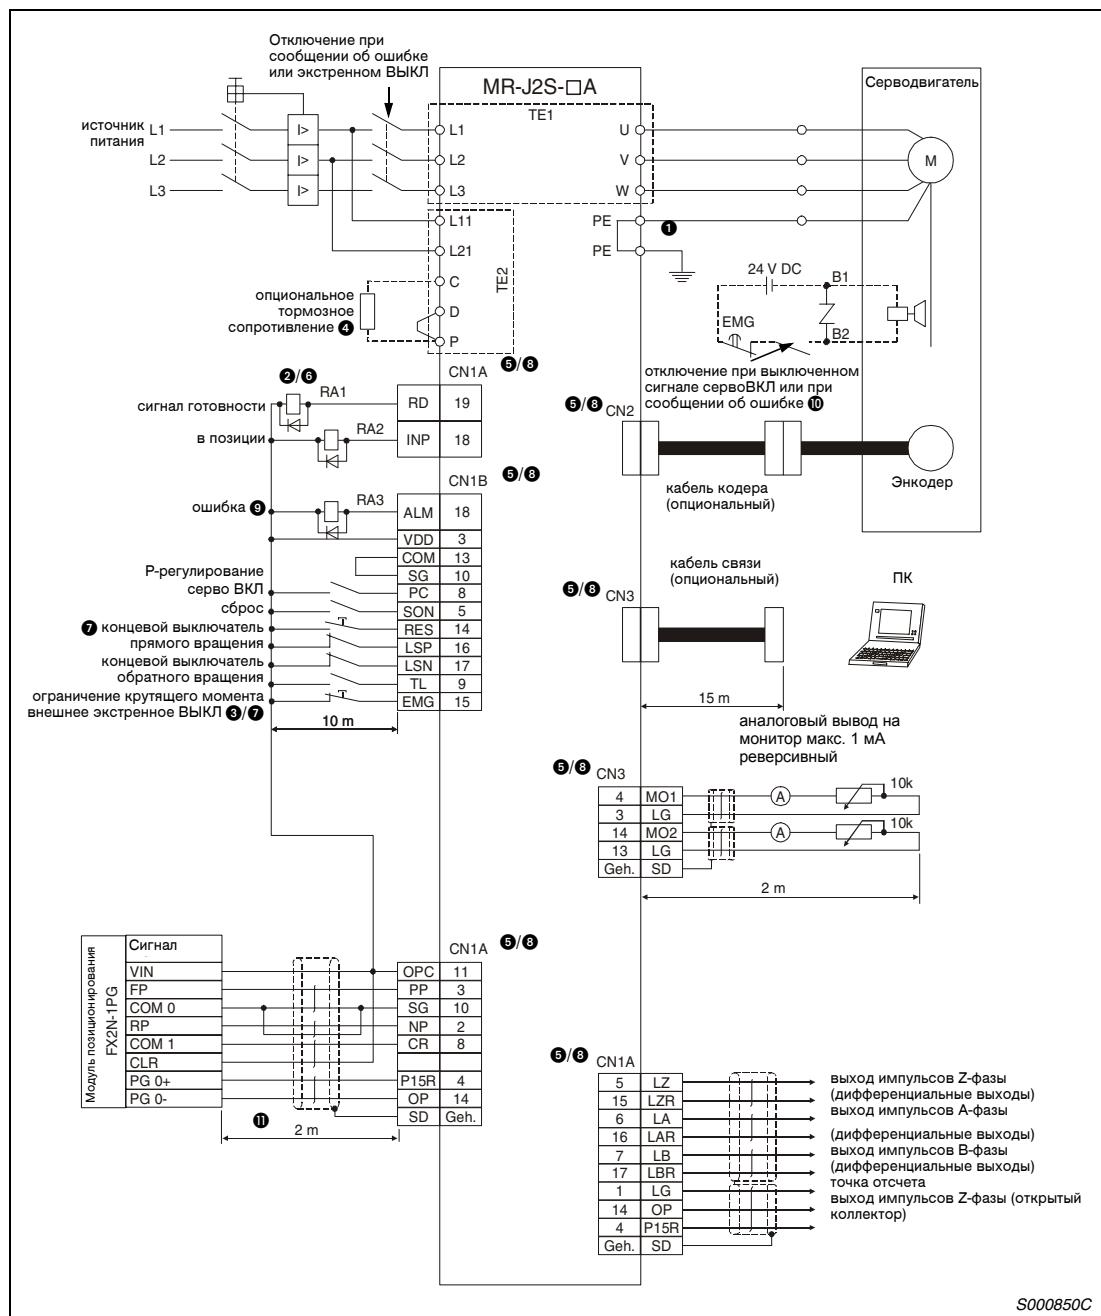
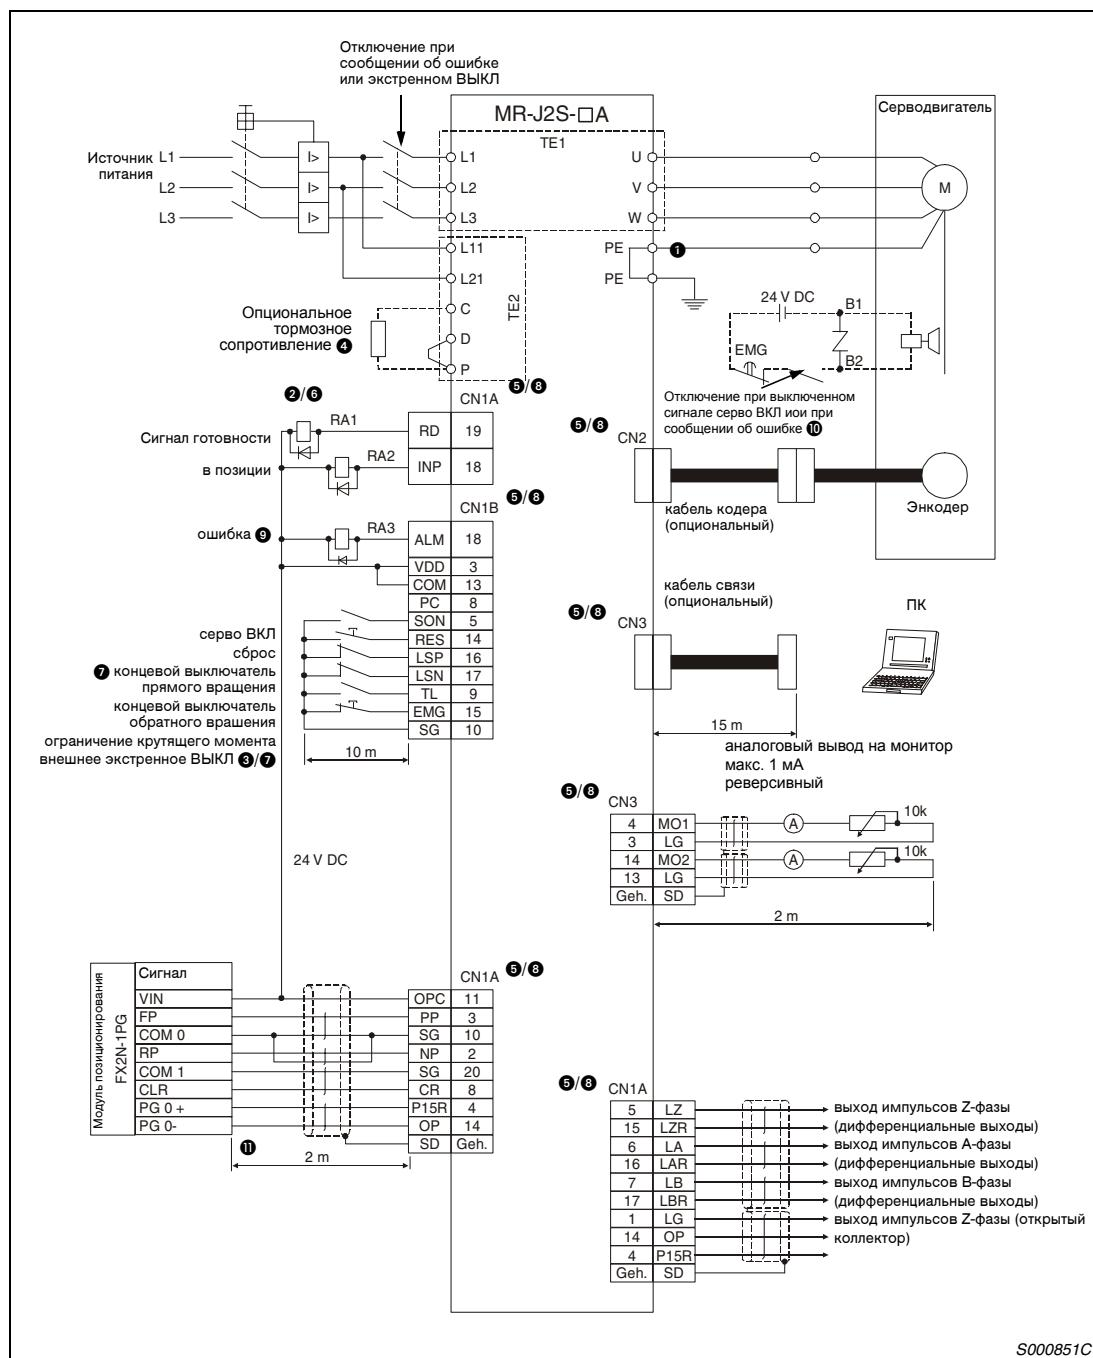

Рис.3-33: Примерная схема для регулировки положения с положительной логикой входа/отрицательной логикой выхода
Рис.3-34: Примерная схема для регулирования положения с отрицательной логикой
- ① Соблюдайте правильность заземления серводвигателя и сервоусилителя. Во избежание электрического удара Вам необходимо соединить клемму защитного соединения (PE) сервоусилителя, обозначенную , с клеммой заземления распределительного ящика.
- ② Соблюдайте правильность подключения диодов. Неправильное подключение диодов приводит к ошибкам в работе сервоусилителя и препятствует прохождению сигналов, управляющих такими важными защитными устройствами как экстренное выключение или другими защитными устройствами.
- ③ Необходимо использовать выключатель экстренного выключения.
**Указания к рис. 3-33 и рис. 3-34**
- ④ Указанное подключение клемм для опционального тормозного сопротивления подходит исключительно для сервоусилителя MR-J2S-350A или меньше. Точное описание по подключению клемм для других классов мощности Вы найдете в таб. 3-3.
- ⑤ Разъемы CN1A, CN1B, CN2 и CN3 имеют одинаковую форму. Неправильное подключение разъемов может привести к короткому замыканию и разрушению входов/выходов.
- ⑥ Суммарный ток внешнего реле может составлять максимум 80 мА. В случае превышения суммарным током этой величины Вам необходимо предусмотреть дополнительный внешний источник питания.
- ⑦ До начала эксплуатации должны быть включены внешний сигнал экстренного выключения (EMG) и сигналы LSN и LSP.
- ⑧ В сервоусилителе выходы с одинаковыми названиями соединены друг с другом.
- ⑨ Сигнал ошибки (ALM), до момента появления сигнала тревоги, всегда включен (предохранительное включение). В случае возникновения аварийного сигнала должно быть выключено задание на вращение.
- ⑩ Относится только к серводвигателям с электромагнитным тормозом.
- ⑪ Эта длина относится к подключению задающего импульса к открытому коллектору. При подключении к дифференциальным входам длина составляет максимум 10 м.